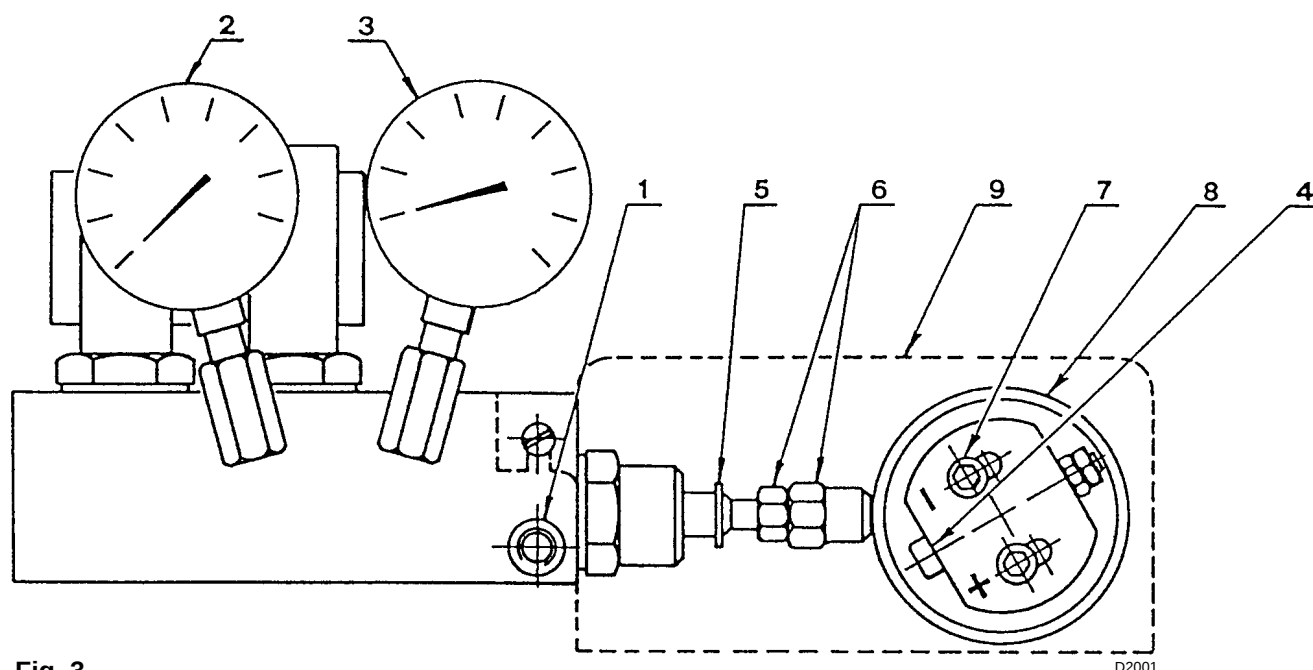

Fig. 3
通过改变回油管路的油压（见图 3 的压力表 3）来实现调节喷嘴的喷油量。
- 手动缓慢转动可调节凸轮（1）（图 5），可变凸轮（8）（图 3）也随之转动，此时可通过油压表（3）（图 3）来检查重油回路内的油压变化。
- 当伺服马达转动到 20° 时喷嘴的喷油量和压力均在最小，当伺服马达转动到 130° 时喷嘴的喷油量和压力均在最大。精确的调整可通过调节可变凸轮（8）（图 3）来调节回油压力，调节可变凸轮时注意螺母和锁定螺母（6）（图 3）。